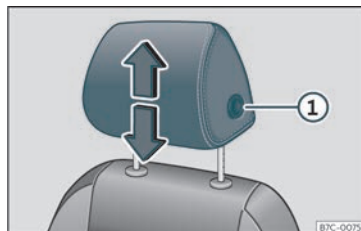
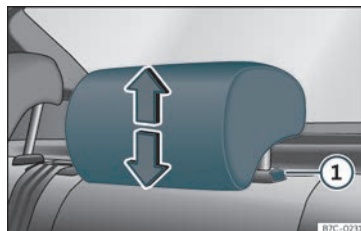

Fig. 98 Banco dianteiro: ajuste do encosto de cabeça.
Fig. 99 Encosto de cabeça traseiro: ajuste do encosto de cabeça.
proceda da mesma forma, pressionando o botão lateral ① »» Fig. 98 »» Fig. 99.
- Pressione o botão lateral »» Fig. 98 ① e retire o encosto de cabeça.